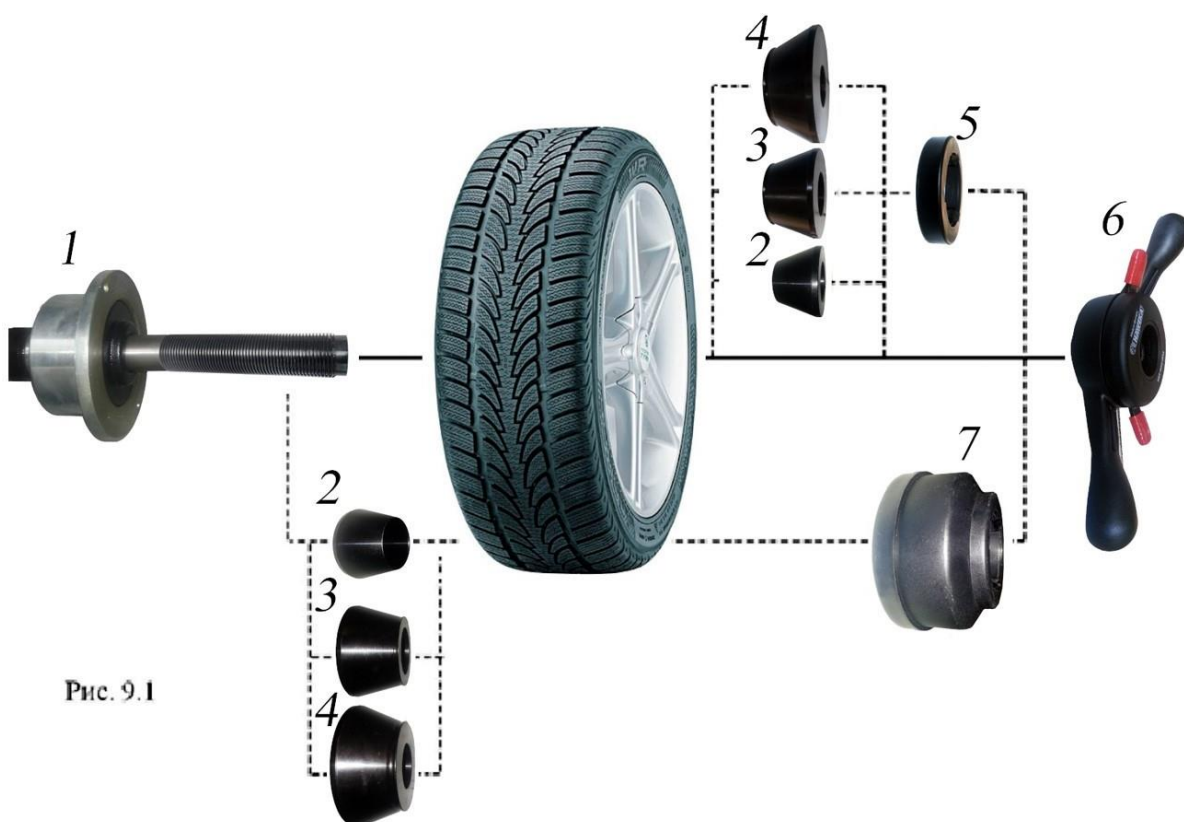

Рис. 9.1
9.2. Балансируемое колесо закрепляется на валу СБ за центральное отверстие диска с помощью конусов и быстросъемной гайки с раздвижными резьбовыми сухарями. В зависимости от конфигурации диска конус может быть установлен как с внешней стороны диска (вариант «а»), так и с внутренней (вариант «б»). При этом на гайке 6 кольцо 5 должно быть заменено на чашку 7. (см.рис. 9.1)
9.6. СБ оборудован педалью для ускорения установки колеса по (варианту «б») (см .рис. 9.1) Установите колесо на конус, установите быстросъемную гайку, нажмите два раза педаль, удерживая колесо и быстросъемную гайку. Вал СБ начнет вращаться, зажимая колесо, когда колесо будет зажато вращение вала остановится. Окончательно затяните колесо быстросъемной гайкой вручную.